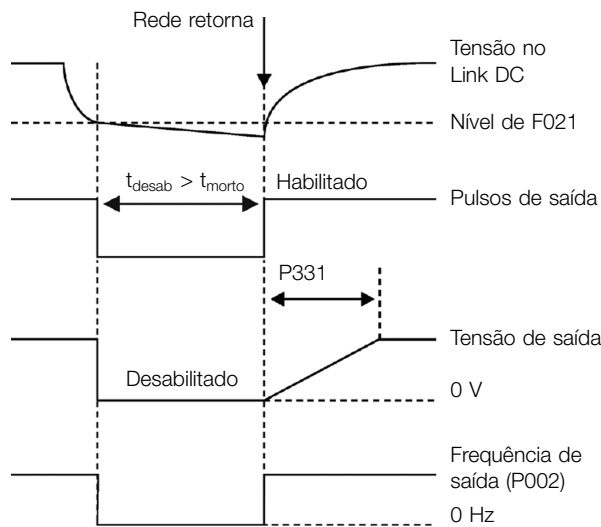

Figura 8.7: Atuação da função Ride-Through
- **Função Ride-Through (RT):** A função Ride-Through irá desabilitar os pulsos de saída (IGBT) do inversor assim que a tensão de alimentação atingir um valor abaixo do valor de subtensão. Não ocorre falha devido à subtensão (F021) e a tensão no Link DC cairá lentamente até que a tensão da rede retorne. Caso a tensão da rede demore muito a retornar (mais de 2 segundos), o inversor pode indicar F021 (subtensão no Link DC). Se a tensão da rede retornar antes, o inversor voltará a habilitar os pulsos, impondo a referência de frequência instantaneamente (como na função Flying Start) e fazendo uma rampa de tensão com tempo definido pelo parâmetro P331. Consulte a Figura 8.7 na página 8-10.